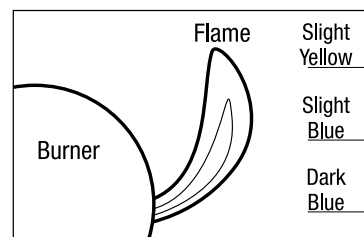

FIG. 4
9. Après avoir allumé, observez la flamme du brûleur. Assurez-vous que tous les orifices du brûleur sont allumés et que la hauteur de la flamme correspond à l'illustration (Fig. 4).